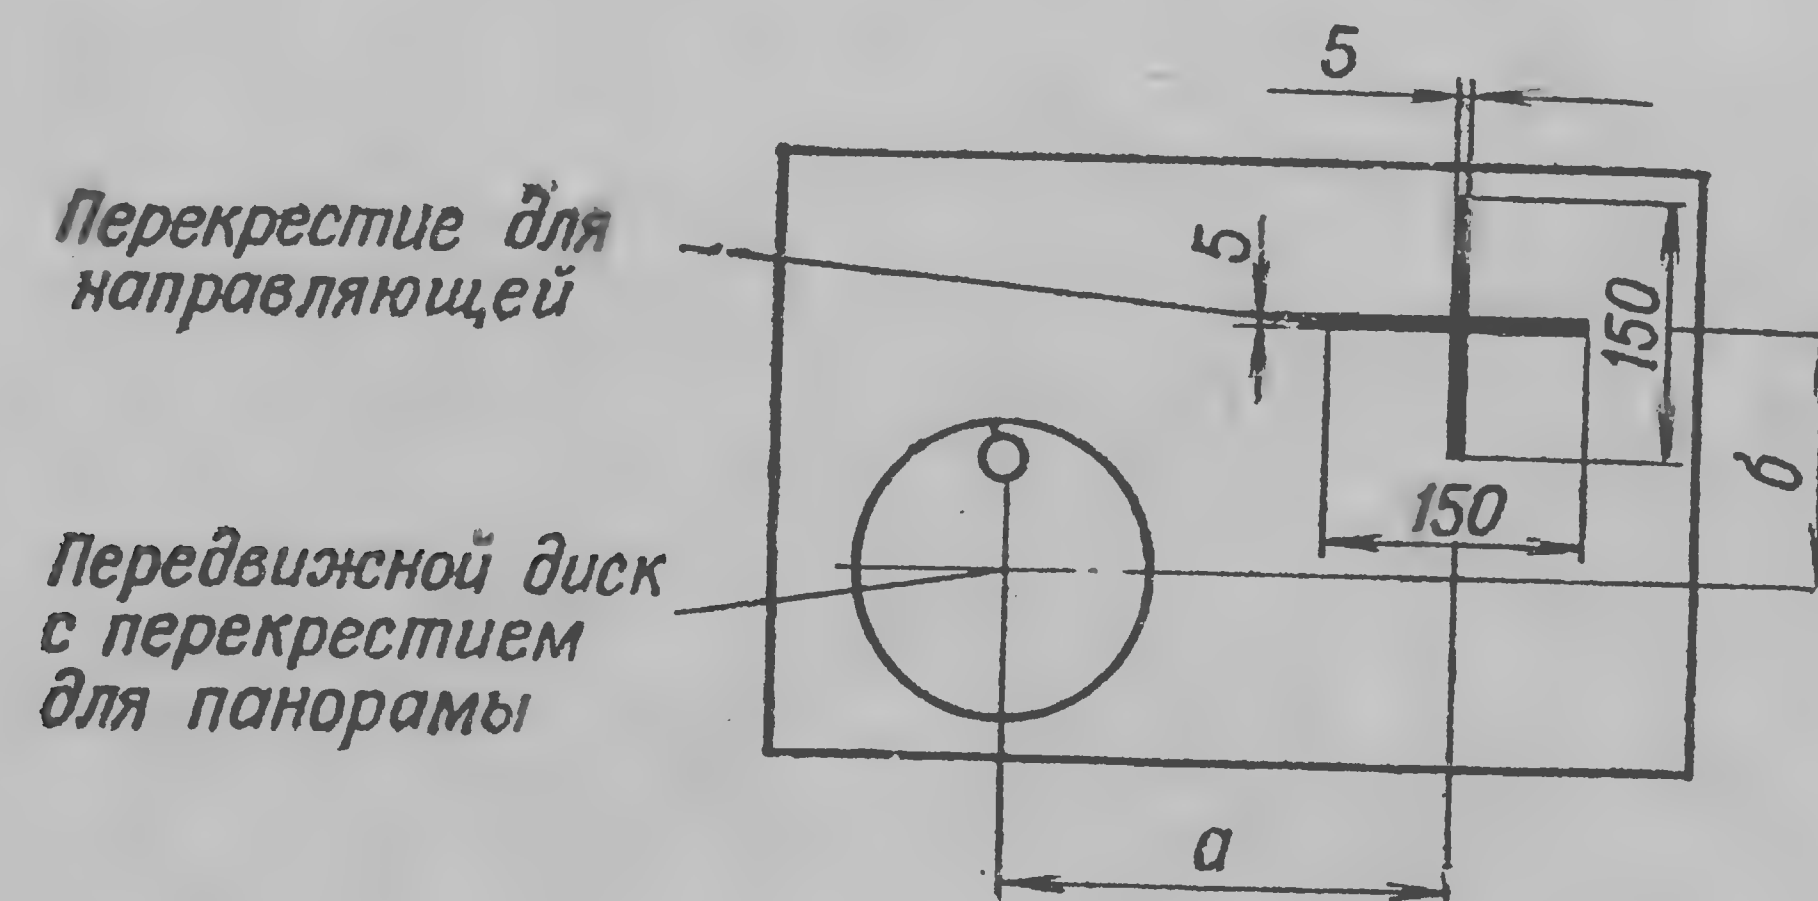

Рис. 31. Схема выверочного щита для проверки прицельных приспособлений:
5. Совместить с помощью подъемного и поворотного механизмов боевой машины центры перекрестий шнуров, натянутых на направляющей, с точкой наводки, удаленной от машины не менее чем на 600 м, или с правым перекрестием щита (рис. 31). Щит должен быть удален на расстояние не менее 40 м от боевой машины.
удаленной не менее чем на 600 м, или с правым перекрестием на щите, удаленным не менее чем на 40 м (рис. 31).